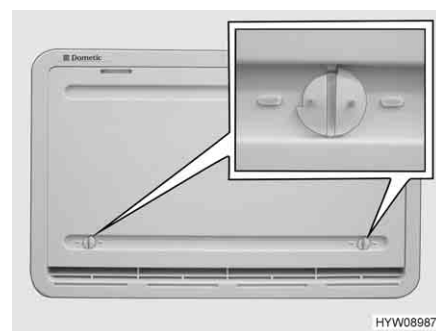

Fig. 172 Copertura invernale (griglia di aerazione del frigorifero)
Le coperture invernali (Fig. 172) proteggono il gruppo frigorifero dall'aria fredda. Posizionare le coperture invernali davanti a entrambe le griglie di aerazione del frigorifero quando la temperatura esterna scende al di sotto di +10 °C (sia per funzionamento elettrico che a gas).
- Aprire entrambi i bloccaggi (Fig. 172), la scanalatura risulterà orizzontale.